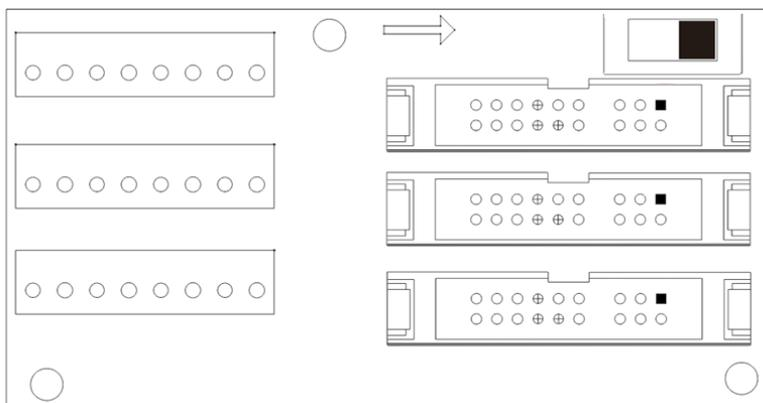

Figure 9-4 Carte parallèle du rack
3. Confirmer que les deux étapes ci-dessus ont été effectuées correctement, puis pour le rack2, brancher le connecteur, en se référant à la Figure 9-4 ci-dessous